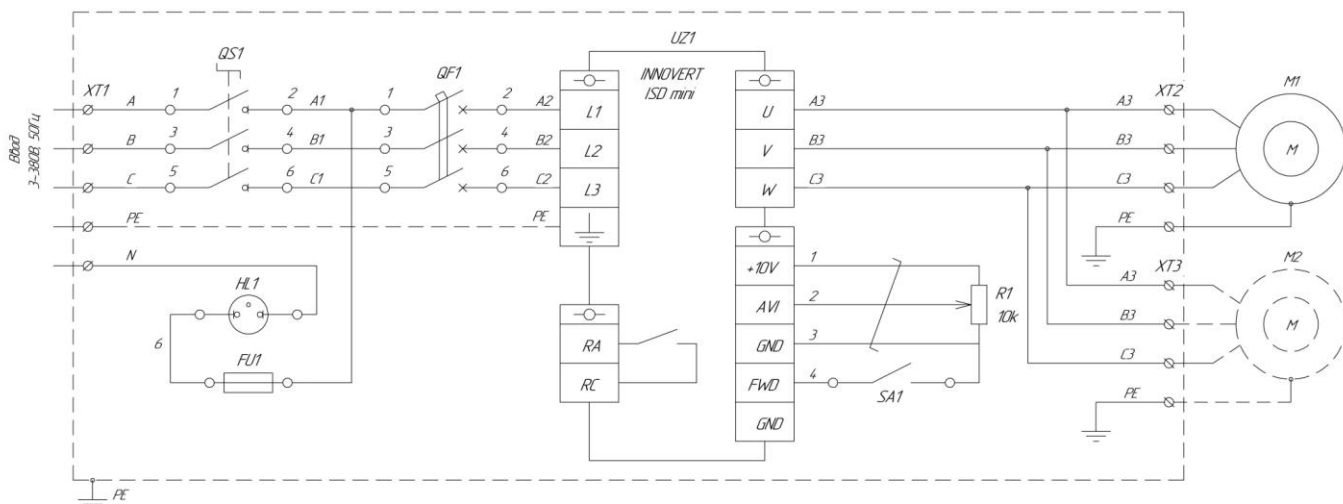

Рисунок 1. Схема электрическая принципиальная
6.4. Подключение питающей сети и электродвигателя произвести в соответствии со схемой приведенной на рис. 1.